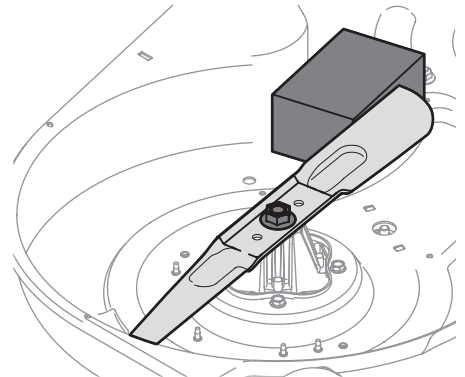

Figure 4-15
2. Placez une cale de bois entre le déflecteur au milieu du plateau et la lame pour faciliter le desserrage de l'écrou à six pans qui retient la lame. Voir la Figure 4-15.
3. Retirer l'écrou à bride à six pans qui maintient la lame sur la base de la fusée. Voir la Figure 4-15.